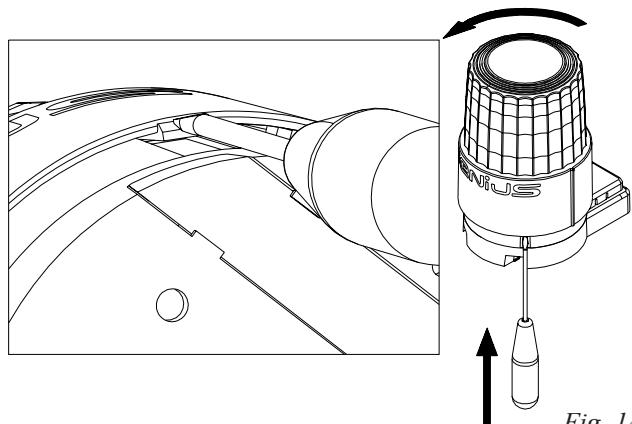

Fig. 14
- 1- Agire sul sistema di bloccaggio con un cacciavite come indicato nella Fig. 14 e contemporaneamente ruotare in senso antiorario la calotta .
- 1- Unscrew the locking system with a screwdriver as shown in Fig. 14, while turning the cap anti-clockwise.